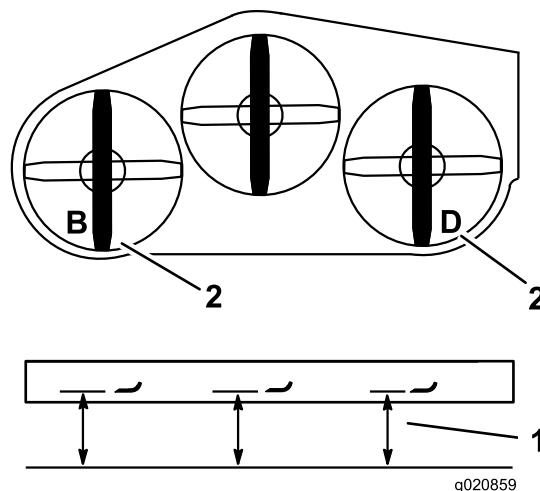

Figura 84
2. Misurate la lama sinistra al punto **B** da una superficie piana fino al tagliente della punta della lama e annotate la misura rilevata (Figura 84).
3. Misurate la lama destra al punto **D** da una superficie piana fino al tagliente della punta della lama e annotate la misura rilevata (Figura 84).
Nota: La differenza tra la misurazione eseguita al punto **B** non deve superare la misurazione al punto **D** di oltre 3 mm (Figura 84). In caso contrario eseguite la seguente operazione.